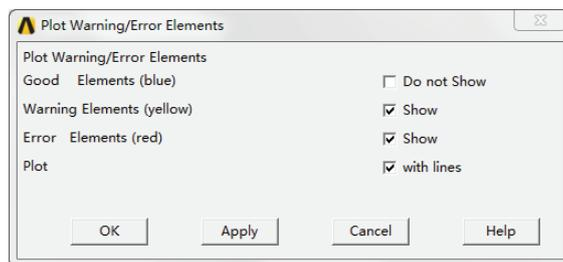

图 5-79 划分单元好坏对话框
1) 【Plot Warning/Error Elements】：用于检查单元质量，分为好、警告和错误单元三种，并用蓝色、黄色和红色进行显示，选择该子菜单弹出如图 5-79 所示的对话框。